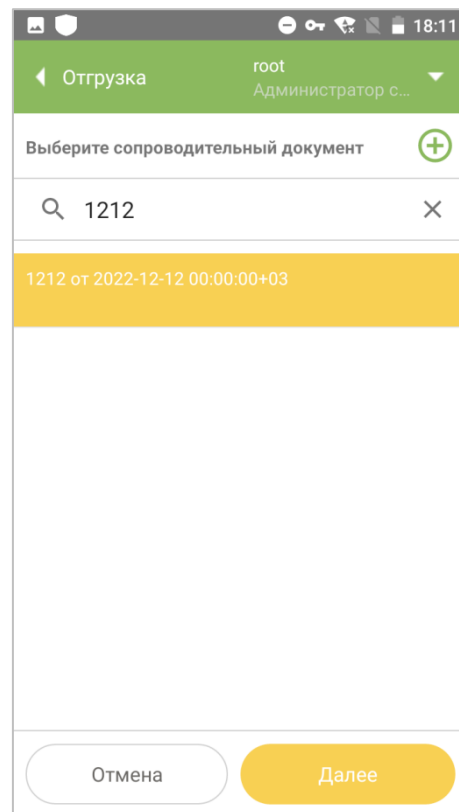

Рисунок 8.10
2. Выбрать сопроводительный документ из списка. При необходимости воспользоваться функцией поиска: вести номер или его часть в поле поиска, выбрать из найденных совпадений (Рисунок 8.10). Нажать кнопку «Далее».